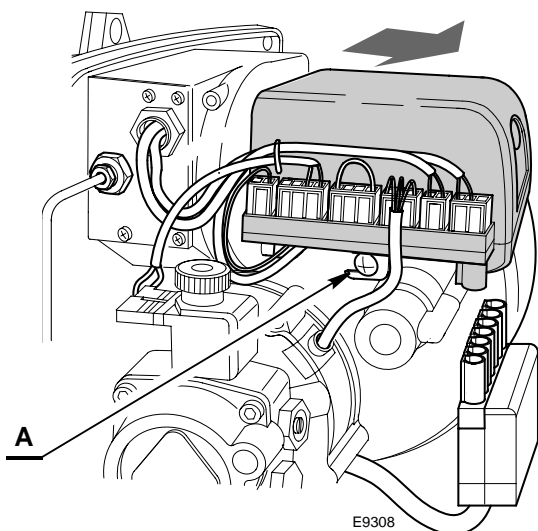

Fig. 13
Dans les installations par dépression à deux tubes (Fig. 13) la tubeterie de retour doit arriver à la même hauteur que celle d'aspiration. Dans ce cas il n'y a pas besoin de clapet de pied.
- desserrer la vis A) (Fig. 13) et tirer dans le sens de la flèche après avoir débranché tous les composants.